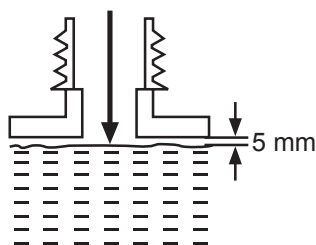

Fig. 14
- > Utilisez uniquement le mélange essence/huile adapté. Ménagez un espace d'au moins 5 mm entre la surface du carburant et le bord interne du réservoir [6] pour permettre l'expansion (Fig. 14).